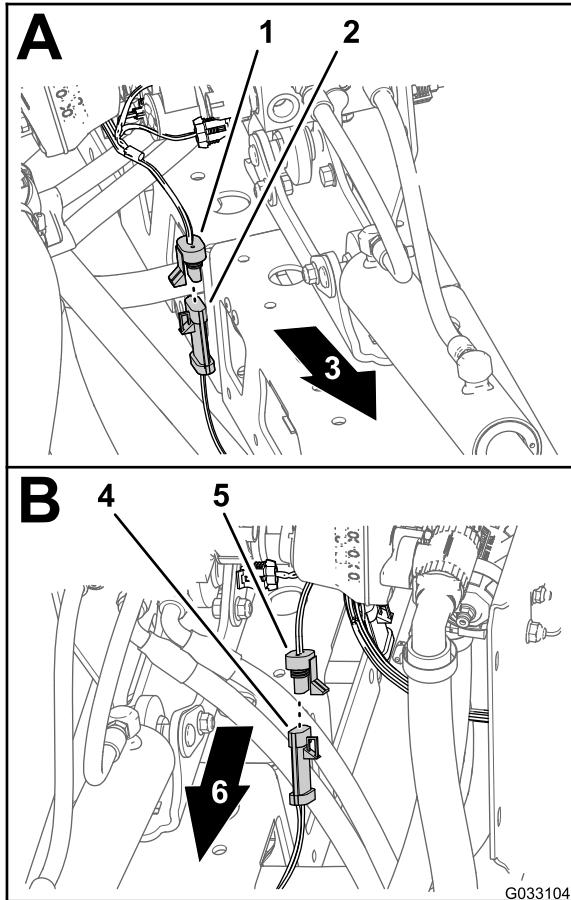

Figura 33
- Desconecte el conector hembra de 3 vías del arnés de cables del brazo sónico del conector de 3 pinos del cable para el sensor ultrasónico derecho (Figura 33)..
2. Desconecte el conector hembra de 3 vías del arnés de cables del brazo sónico del conector de 3 pinos del cable para el sensor ultrasónico izquierdo (Figura 33)..